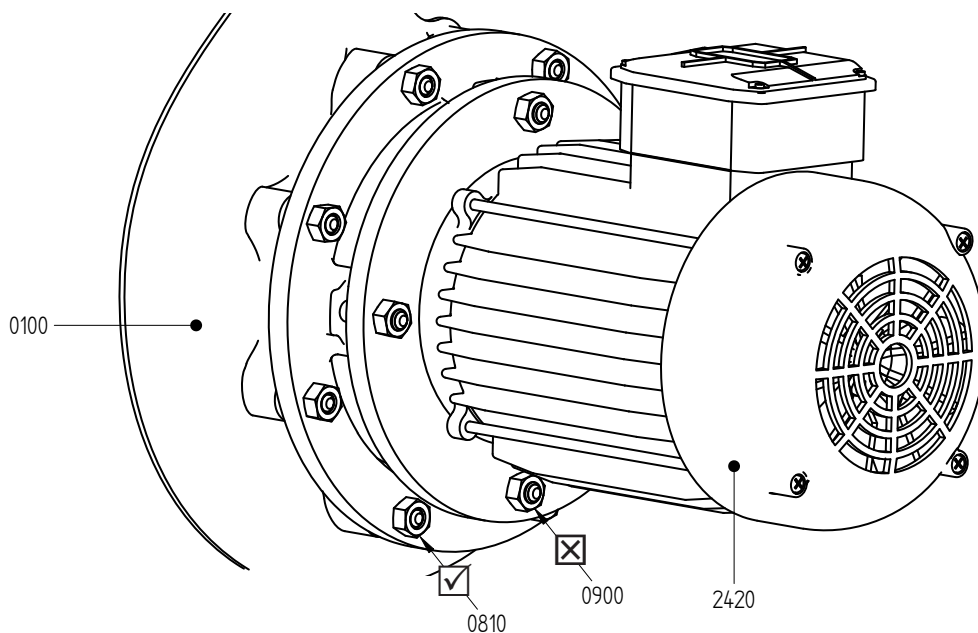
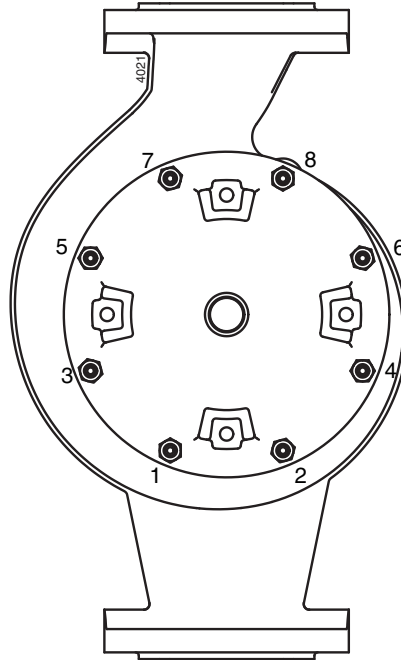

Bild 2: Placering av motorns fästmuttrar.
Bild 3: Lossa lanternstyckets bultar i denna ordning.
- 1 Lossa pumpkåpans fästmuttrar (0810), se bild 2. Om pumpen ännu är kvar i rörsystemet, börja då på undersidan och fortsätt uppåt längs två sidor, se bild 3.